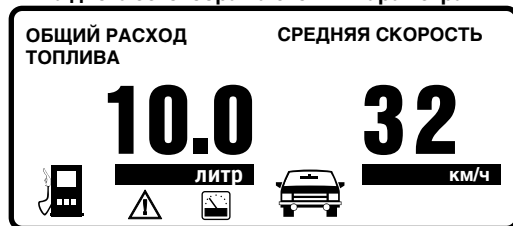

Рис. 4.2
[**<>**] - переключение между экранами отображающими по 2 функции. Рис. 4.2.
A.6 [**<>**] - подтвердите свой выбор, на экране появится выбранная вами функция. Например Рис. 4.2.
V.5 [**<>**] - подтвердите свой выбор, на экране появится выбранная вами функция. Например, рис. 4.2.